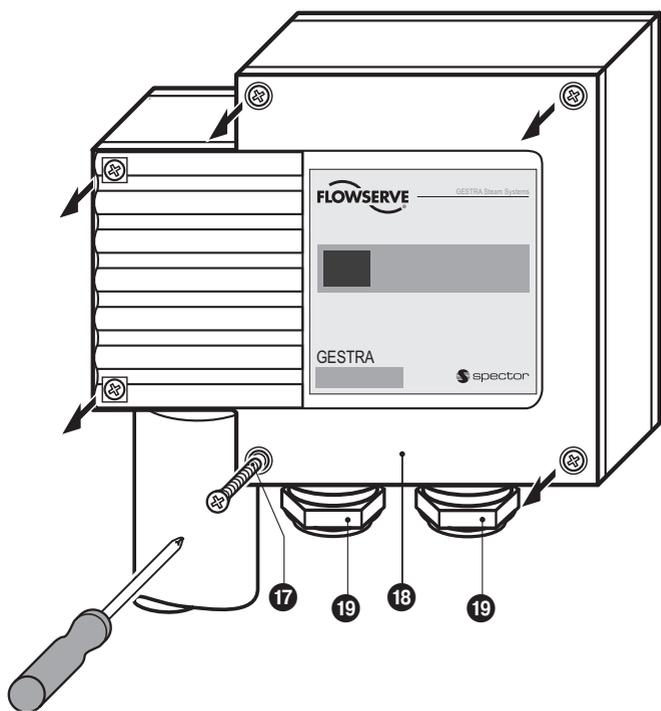

Fig. 6
1. Svitare le viti 17 e togliere il coperchio 18. Fig. 6
1. Allentare le viti del coperchio 17, togliere il coperchio 18. Fig. 6
1. Svitare le viti **17** e togliere il coperchio **18**. **Fig. 6**